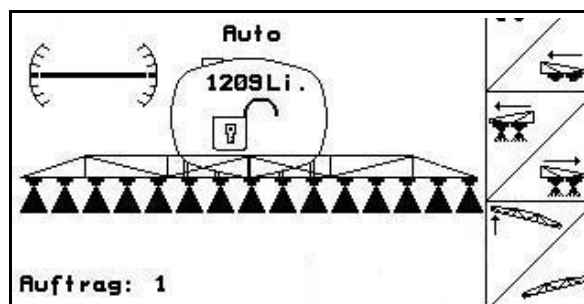

Fig. 100
- El símbolo de ajuste de la inclinación que aparece en la pantalla (Fig. 100/1) indica la alineación horizontal del varillaje de pulverización.